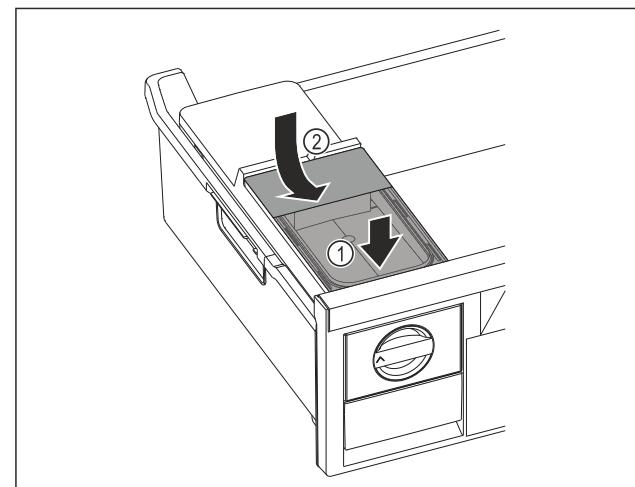

Fig. 99
- Установите бак для воды спереди. Fig. 99 (1)
- Опустить бак для воды сзади. Fig. 99 (2)